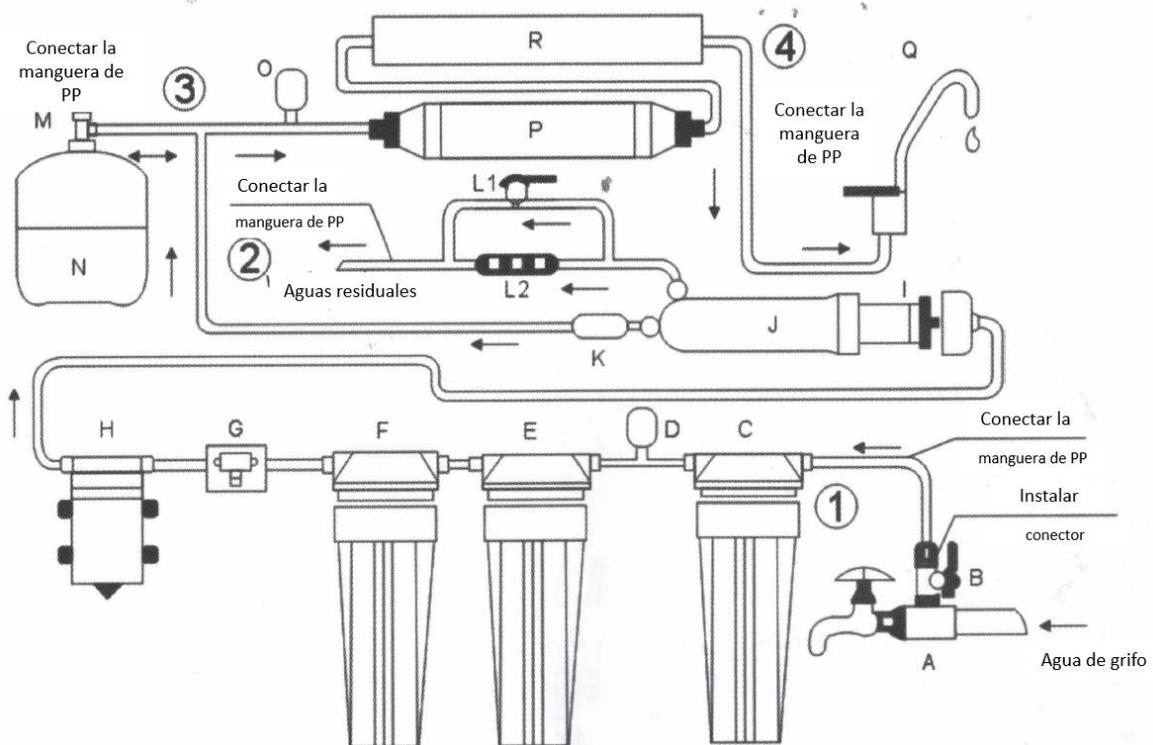
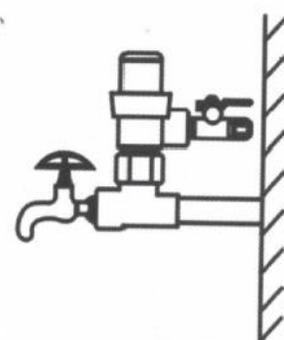

Imagen 1
Imagen 9
conecte el grifo de agua del grifo con el conector de agua de alimentación de tres vías (imagen 1 ,7 y 8). Si usa una válvula de reducción, debe conectar la válvula de reducción (imagen 9).
4.4 Para instalar la manguera de plástico en las siguientes posiciones según el proceso tecnológico. Hay marcas numeradas 1, 2, 3, 4 en la tabla de diseño y componentes del sistema de ósmosis inversa (imagen 1). También puede encontrar estas marcas en la máquina RO.